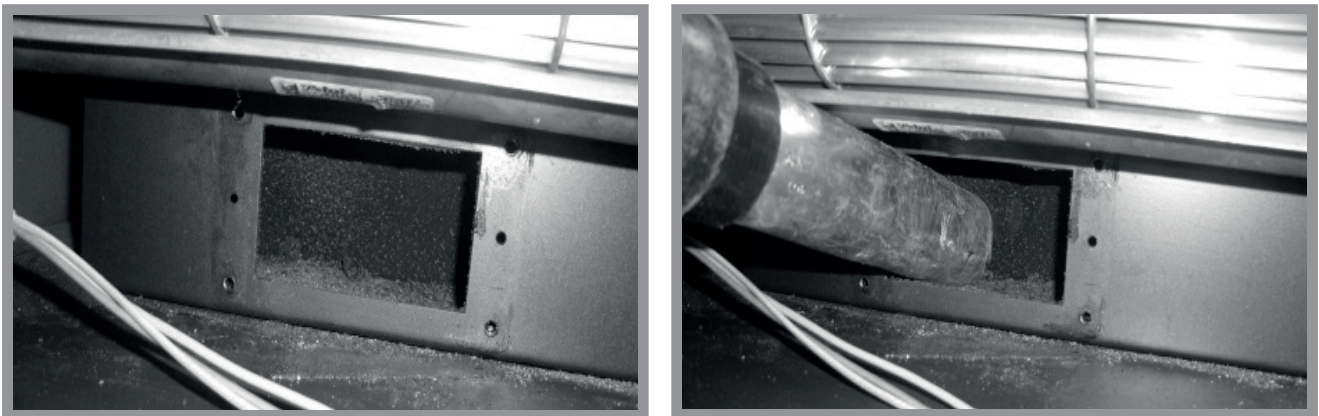

Abb. 13c: Aussaugen der Frontplatte
3. Überprüfen Sie, ob sich Asche hinter der Abdeckplatte befindet und saugen Sie diese sorgfältig aus (siehe Abb. 13c). **Saugen Sie die Asche so auf, dass kein Aschewirbel im Aschekasten entsteht.** Nur wenn in regelmäßigen Abständen (2-3 Monate) die Öffnung hinter der Abdeckplatte ausgesaugt wird, kann für einen einwandfreien Betrieb garantiert werden